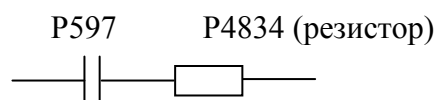

Рисунок 1. Схема соединения составной меры.
Определение погрешности измерений вторичных параметров: тангенса угла диэлектрических потерь (D), добротности (Q) и угла фазового сдвига ( $\Theta$ ), производится методом прямого измерения при помощи составных мер из последовательно соединенных по схеме рис. 1 меры емкости P597 и магазина сопротивлений P4834 до 10 кОм, резисторов типа ОМЛТ и аналогичных свыше 10 кОм, действительное значение которых измеряется измерителем LCR-819.